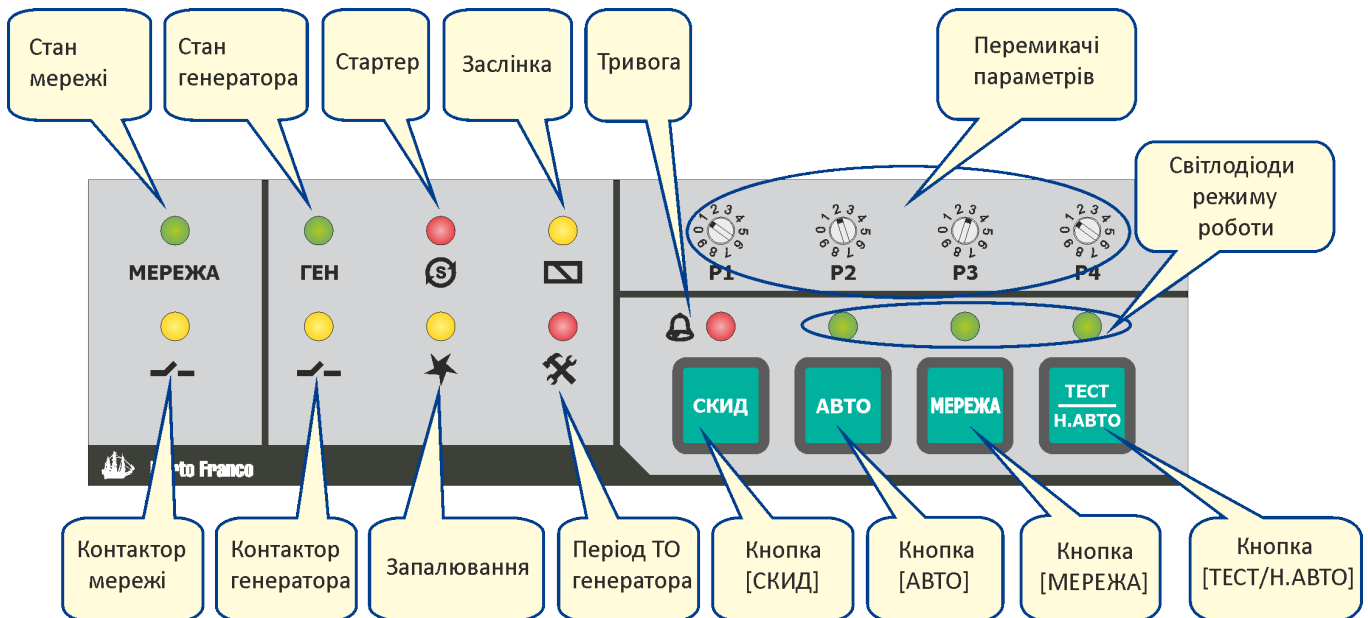

Рис. 5.3 – Елементи індикації та управління
На передній панелі контролера розташовані такі елементи індикації (рис. 5.3):
5.3.2 Три світлодіоди режиму роботи розташовані над відповідними кнопками вибору режиму (рис. 5.3). Поточний режим роботи контролера відображається зеленим світінням відповідного світлодіода. Блимання світлодіода над кнопкою [ТЕСТ/Н.АВТО] відображає режим «Тест» (п. 5.5.1.3), а безперервне світіння – режим «Напіваавтомат» (п. 5.5.1.4).
5.4.1 На передній панелі контролера (рис. 5.3) розташовані такі елементи управління:
5.5.1 Вибір основних режимів «Авто», «Мережа» та додаткових – «Тест» або «Напівавтоматичний» здійснюється натисканням відповідної кнопки на передній панелі контролера (рис. 5.3).
5.6.1 Перемикачі параметрів (рис. 5.3) дозволяють налаштувати чотири параметри контролера, які представлені в таблиці 5.2. Відповідність положення перемикача значенню параметра наведено в таблицях 5.3 – 5.6.